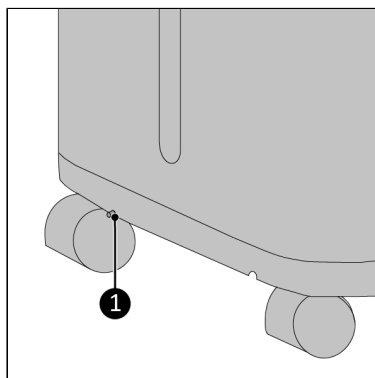

Figure 40.
À l'arrière de l'appareil, en bas, se trouve un point de vidange (Figure 40, pos. 1). Cette vidange peut être utilisée pour éliminer l'eau résiduelle de l'appareil avant de le déplacer ou de le remiser :